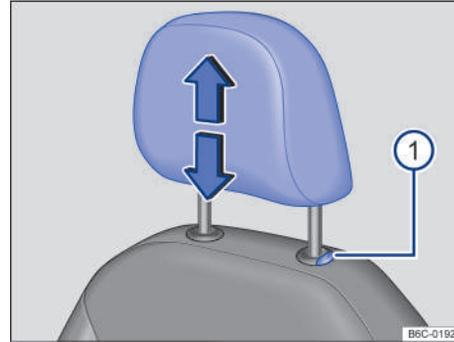
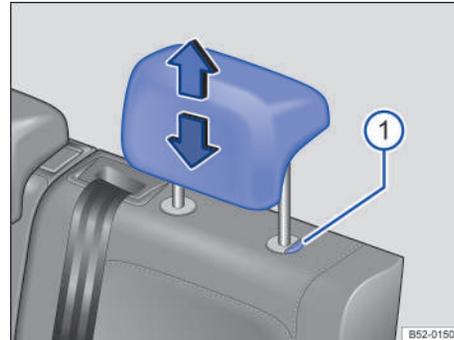

Fig. 66 Apoyacabezas delantero: ajustar.
Fig. 67 Apoyacabezas trasero: ajustar.
- Mover el apoyacabezas hacia arriba o hacia abajo, en el sentido de la flecha, presionando el botón → fig. 66 ① o → fig. 67 ① presionado → ⚠ en *Introducción al tema* de la pág. 84.